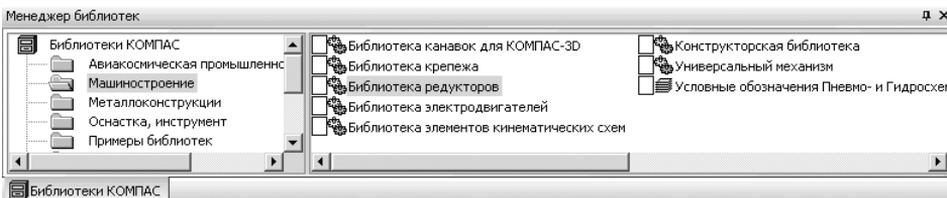

Рис. 1.5. Окно системы управления библиотеками **Менеджер библиотек** с добавленной библиотекой **Универсальный механизм**
- щелкните по кнопке **OK** для добавления библиотеки. В правой части появится добавленная система (библиотека), см. рис. 1.5.